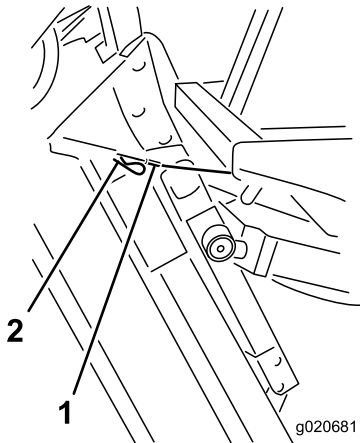

Bild 103
6. Halten Sie das Mähwerk dann in der aufrechten Stellung, bringen das Kabelende über dem Stift am Mähwerkhubarm an und befestigen es mit einem Splint (**Bild 103**).